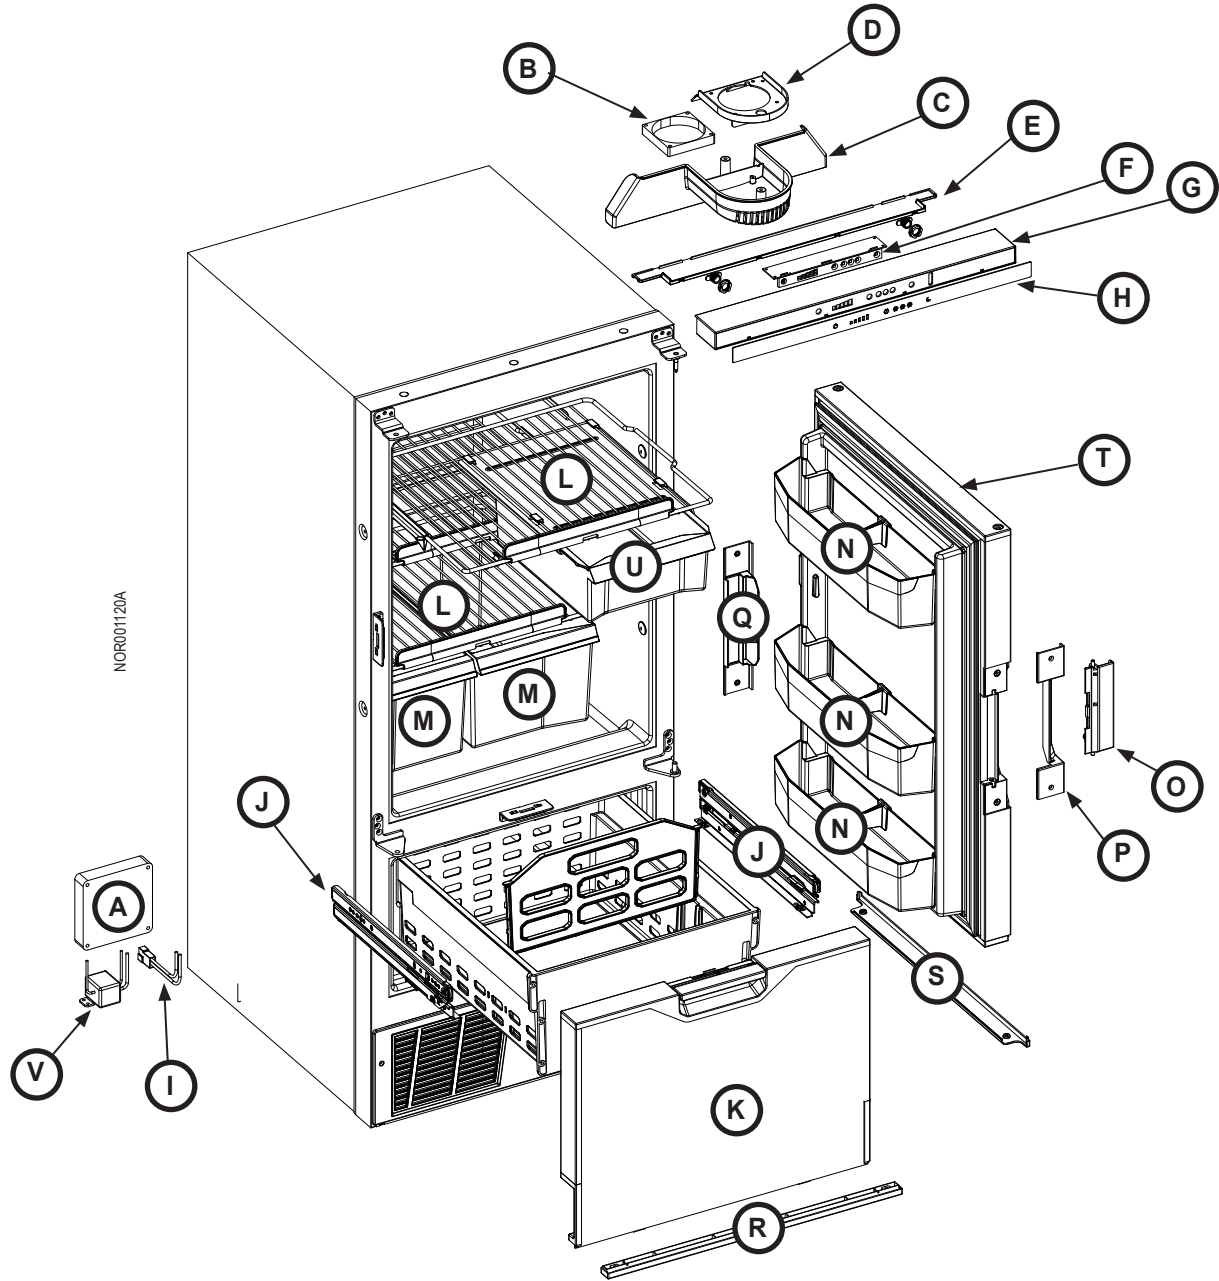

Fig. 4: Vista frontal detallada del N2175
Mantenga presionado el botón de encendido/apagado (Fig. 4, A) para encender el refrigerador. Los iconos de la pantalla destellarán durante unos cuantos segundos y luego se apagarán. El botón de encendido/apagado permanecerá iluminado en azul mientras el refrigerador esté encendido.
Desbloquee los controles y luego deslice o toque los iconos de barra (Fig. 4, B) para seleccionar el ajuste de temperatura. La barra más pequeña es el ajuste de frío mínimo, mientras que la barra mayor es el ajuste de frío máximo.
Desbloquee los controles y luego deslice o toque los iconos de copos de nieve (Fig. 4, C) para seleccionar el ajuste de temperatura. Un (1) copo de nieve es el ajuste de temperatura de frío mínimo, mientras que tres (3) copos de nieve es el ajuste de frío máximo.
Mantenga presionado el botón de apagado del compartimiento del congelador (Fig. 4, D) para apagar el compartimiento del congelador.
Para seleccionar el modo nocturno, primero desbloquee los controles y luego toque el botón del modo nocturno (Fig. 4, E). El botón de modo nocturno se iluminará en azul mientras que el modo nocturno esté encendido.